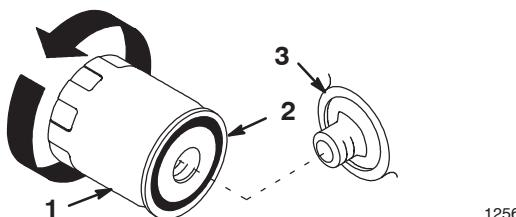

Figure 21
- Changez le filtre à huile au besoin (Fig. 21).
- Déposez le filtre à huile usagé et essuyez la surface du joint de l'adaptateur (Fig. 21).
- Appliquez une fine couche d'huile propre sur le joint en caoutchouc du filtre de rechange (Fig. 21).
- Posez le filtre à huile de rechange sur l'adaptateur. Tournez le filtre dans le sens horaire jusqu'à ce que le joint touche l'adaptateur, puis donnez 1/2 à 3/4 de tour supplémentaire (Fig. 21).